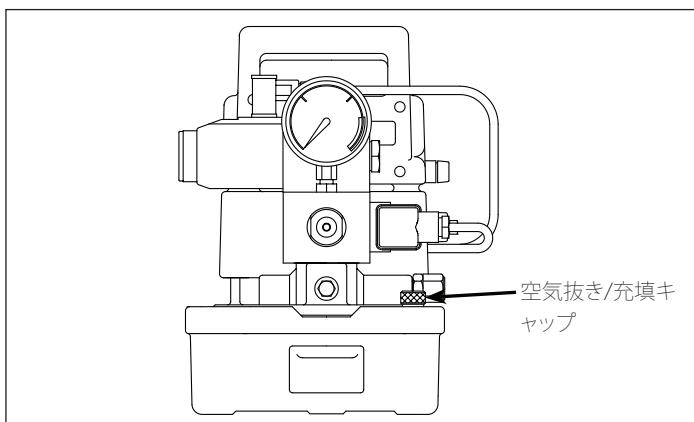

図4 空気抜き/充填キャップ
空気抜き/充填キャップを外して、オイルレベルを点検します(図4参照)。オイルレベルが空気抜き/充填キャップの開口部の下1 cm[½ inch]の位置になるまで、Enerpac油圧オイルを補充します。
1. タンクの上部右端にある空気抜き/充填キャップを外します(図4参照)。